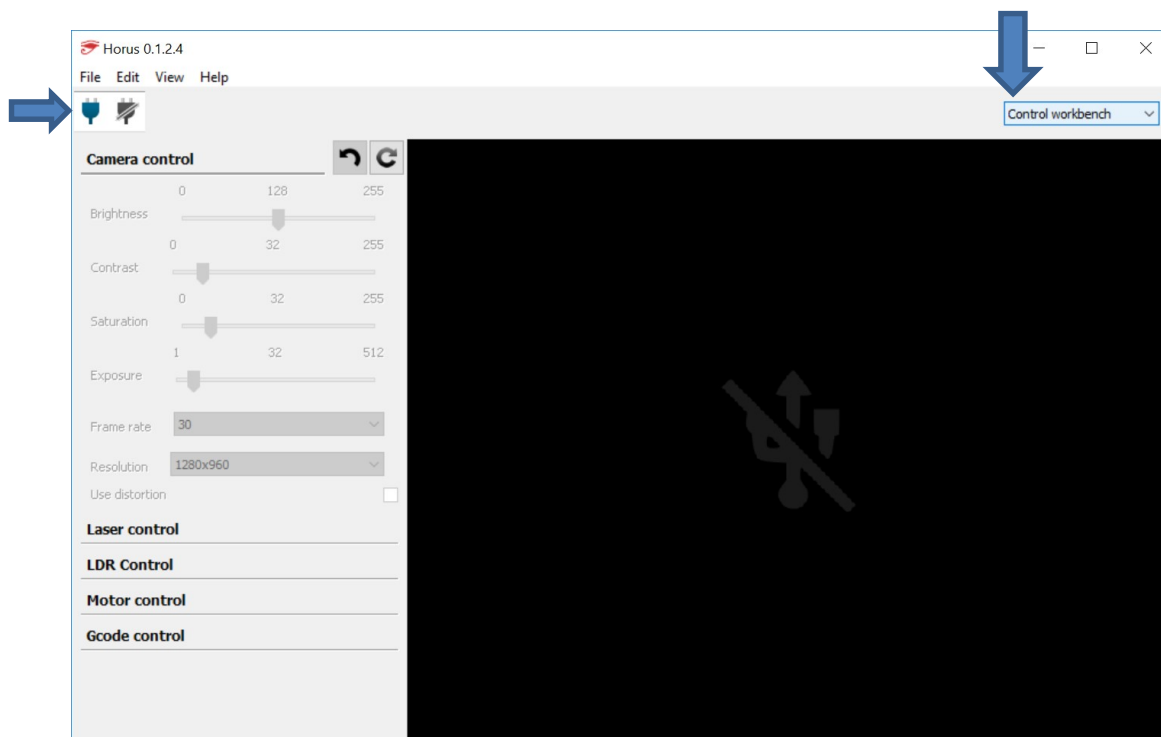
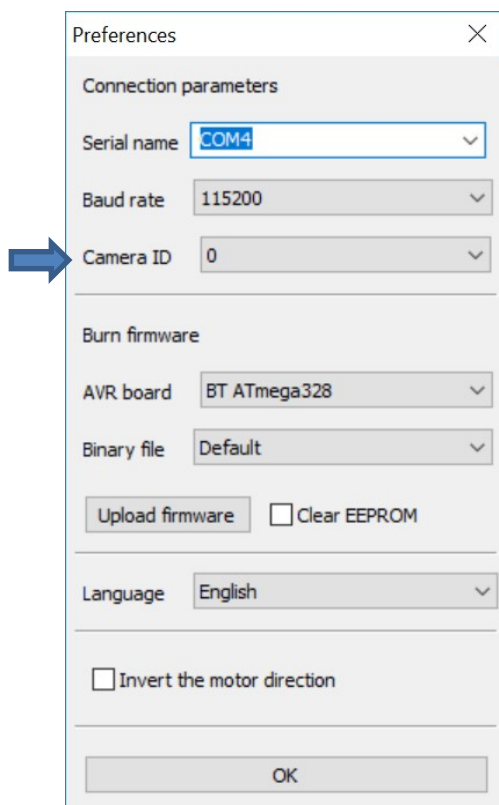

Рис. 26
Рис. 27
2. В открывшемся окне (рис. 26) нажимаем кнопку с изображением «электрической вилки» – в основном окне должно появиться изображение с веб-камеры сканера (по крайней мере, в ОС Windows 10 не требуется отдельно устанавливать драйвер веб-камеры). Если появится изображение не с той камеры (например, с веб-камеры ноутбука), то нужно выбрать в меню пункт **Edit – Preferences** и в открывшемся окне настройки (рис. 27) в поле **Camera ID** выбрать другой номер, затем нажать кнопку **OK**, закрывая окно настройки, и снова нажать кнопку слева вверху с иконкой «вилки».